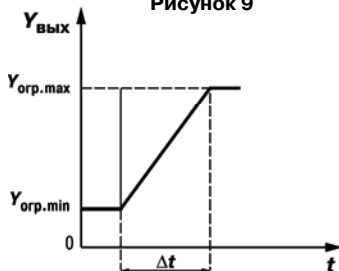

Рисунок 10
– скорости изменения $v_{огр} = \frac{Y_{огр.MAX} - Y_{огр.MIN}}{\Delta t}$ (рисунок 10), используемые для